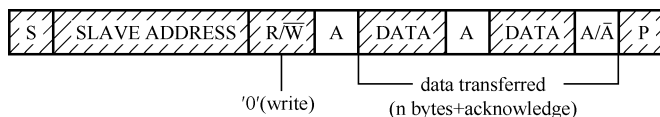

图 7.15 主机（发送发起方）寻址从机（接收方）的数据帧示意图
(1) 开始信号：处理器让 SCL 时钟保持高电平，然后让 SDA 数据信号由高变低就表示一个开始信号。 $I^2C$  总线上的设备检测到这个开始信号后，它就知道处理器要发送数据了。
(2) 停止信号：处理器让 SCL 时钟保持高电平，然后让 SDA 数据信号由低变高就表示一个停止信号。 $I^2C$  总线上的设备检测到这个停止信号后，它就知道处理器已经结束了数据传输，于是它们就可以各忙各的了，如进入休眠等。
(3) 数据传输：SDA 上传输的数据必须在 SCL 为高电平期间保持稳定，因为外接  $I^2C$  设备在 SCL 为高电平期间才采集数据，确定 SDA 是高或低电平。SDA 上的数据只能在 SCL 为低电平期间才被允许翻转变化的。
(4) 响应信号 (ACK)：处理器把数据发给外接  $I^2C$  设备，如何知道  $I^2C$  设备已经收到数据呢？这就需要外接  $I^2C$  设备回应一个信号给处理器。因为处理器发完 8bit 数据后就不再驱动总线了 (SDA 引脚由输出变为输入)，而 SDA 和 SCL 硬件设计时都有上拉电阻，所以这时候 SDA 变成高电平。那么在第 8 个数据位，如果外接  $I^2C$  设备能收到信号的话，将在第 9 个周期把 SDA 拉低，这样处理器检测到 SDA 拉低就能知道外接  $I^2C$  设备已经收到数据。
(6) 多设备通信： $I^2C$  总线是允许挂载多个设备的，如何访问其中一个设备而不影响其他设备呢？答案是：主机（发送发起方）通过发送寻址从机（接收方）的数据帧来访问。图 7.15 为寻址从机（接收方）的数据帧的示意图：其中，S 表示起始，P 表示停止，A 表示响应，DATA 表示一字节数据，SLAVE ADDRESS 表示从机地址 (7bit) + R/W (1bit，就主机而言，0 表示写，1 表示读)。因为用 7bit 表示从地址，那么可以挂载的从设备数量理论上是  $2^7=128$  个，当然这还取决于驱动能力。